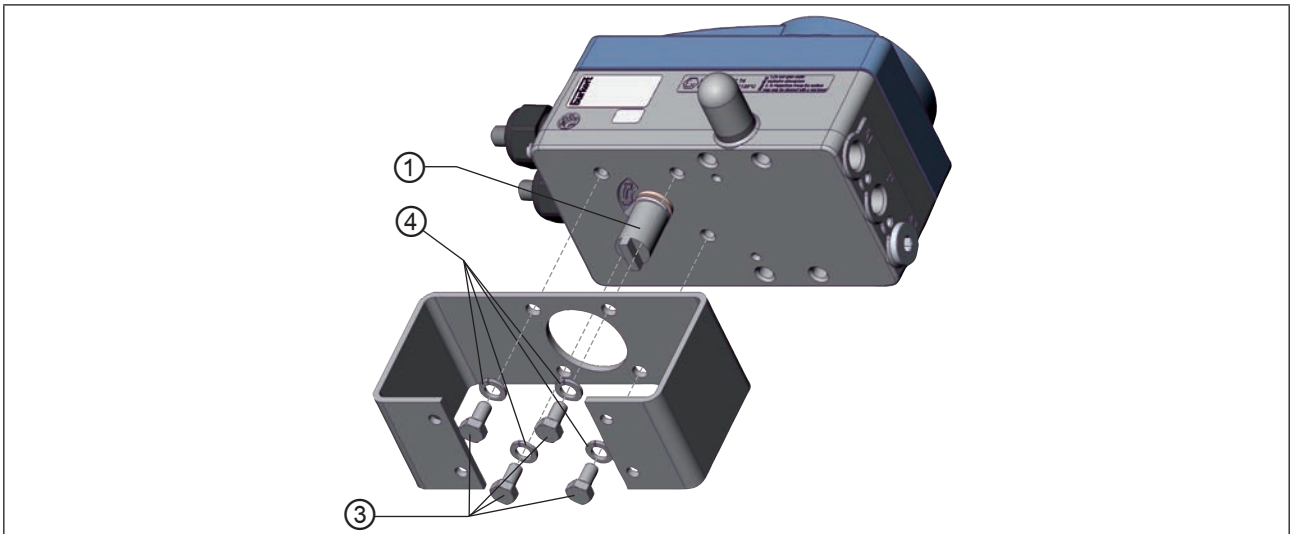

Figure 28 : Fixer l'adaptateur de montage (représentation schématique)
→ Fixer l'adaptateur de montage sur le positionneur avec 4 vis à tête cylindrique ③ et des rondelles élastiques ④. (voir « Figure 28 »).